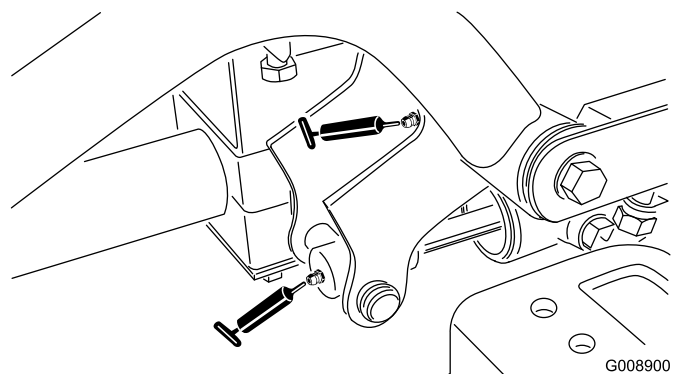

Figura 50
- Perno del braccio di sollevamento destro anteriore e cilindro di sollevamento (2) (Figura 50)